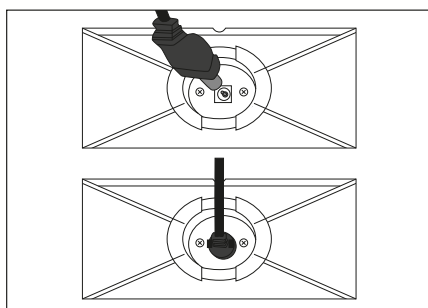

Abb. 5
- 5) Stecken Sie den Hohlstecker **11** des Netzadapters **10** in den Anschluss an der Unterseite der Gerätehalterung **17**. Führen Sie das Kabel des Netzadapters **10** durch die Aussparung an der Rückseite der Ladestation **15** (siehe Abb. 5).